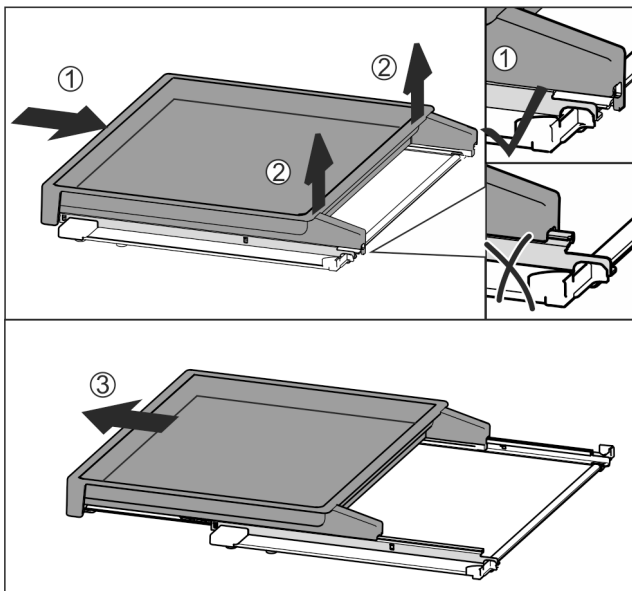

Fig. 112
- ▶ Izvlečno polico v celoti potisnite noter Fig. 112 (1).
- ▶ Sprostite zaskočni element na zadnji strani Fig. 112 (2).
- ▶ Izvlečno polico povlecite naprej in jo odstranite Fig. 112 (3).